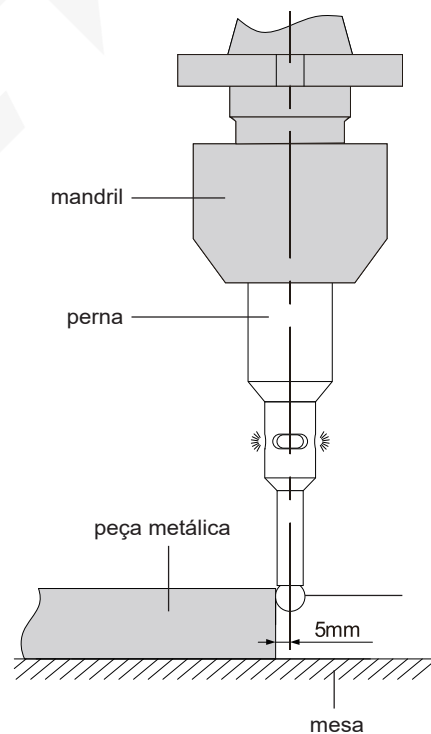

fig.3
2. A haste é conduzida eletricamente até a peça de metal através do mandril e da mesa, o LED acende e o sinal sonoro (6572-2) soa quando a esfera toca suavemente a peça (fig. 3). Neste momento, a distância entre o eixo do localizador de bordas e a superfície da peça de metal é de 5 mm.